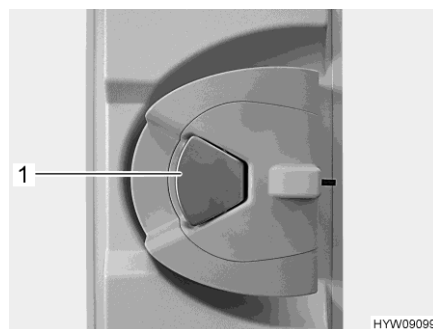

Fig. 51 Serrure de la porte (porte cellule à l'intérieur)
- Quand la serrure de la porte est verrouillée : Tirer une fois sur la poignée de la porte (Fig. 51,1). La porte est déverrouillée.
- Tirer sur la poignée de la porte (Fig. 51,1). La porte est ouverte.
- Appuyer sur la poignée de la porte (Fig. 51,1).